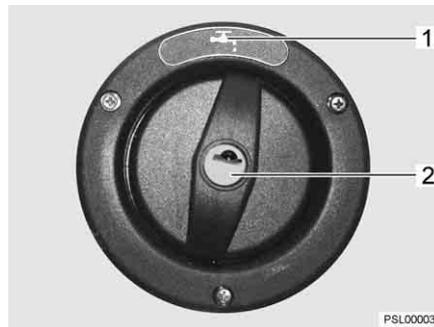

Fig. 225 Tapa de cierre para el tubo de llenado de agua potable
El tubo de llenado de agua potable está identificado con el símbolo "☞" (Fig. 225,1). La tapa de cierre se abre o cierra con la llave para las cerraduras de trampa exteriores.
- Introducir la llave en el cilindro de cierre (Fig. 225,2) y girarla un cuarto de vuelta en sentido contrario a las agujas del reloj.